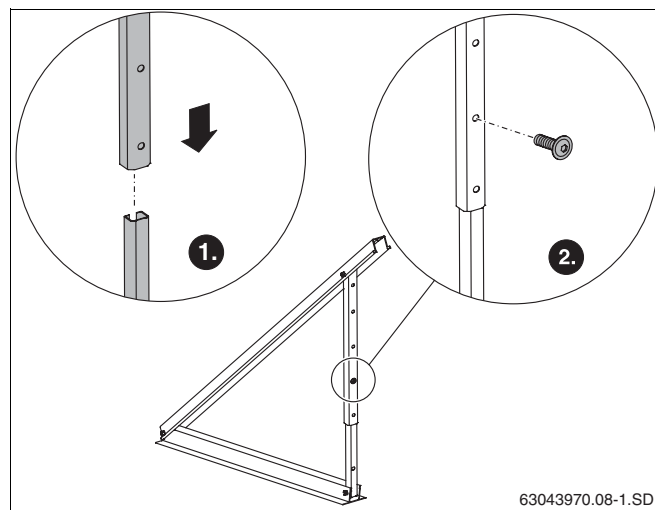

Bild 11 Sammankoppling av teleskopskenorna
- ▶ Stick in teleskopskenorna i varandra och fäst med skruv M8 × 20 (bild 11).